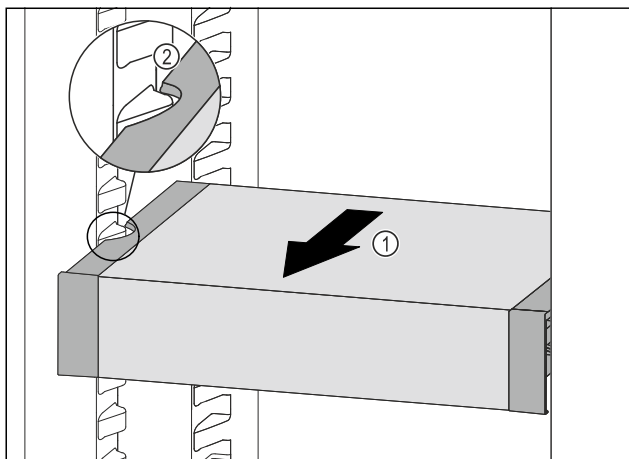

Fig. 94
- Tirer le VarioSafe vers l'avant Fig. 94 (1) jusqu'à ce que les encoches latérales du VarioSafe se trouvent au niveau de la nervure du bac dans la partie réfrigérateur. Fig. 94 (2)